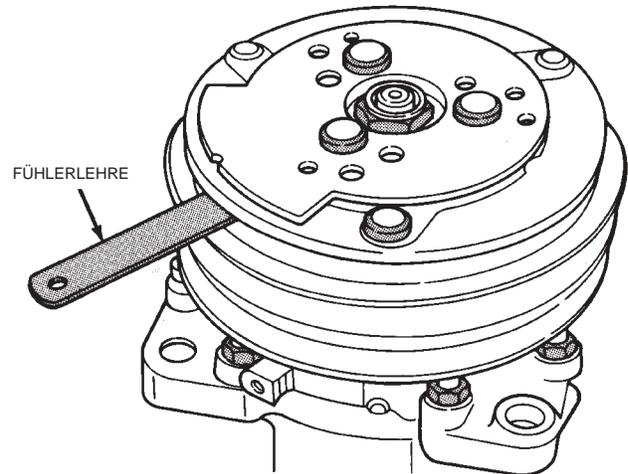

Abb. 28 Abstand der Kupplung messen
(8) Abstand der Kupplung mit einer Fühlerlehre messen (Abb. 28). Der Abstand muß zwischen 0,41 und 0,79 mm (0,016 und 0,031 Zoll) betragen. Liegt der Abstand nicht im angegebenen Bereich, Beilegscheiben nach Bedarf hinzufügen oder wegnehmen. Ist der Abstand nicht über den gesamten Umfang konstant, an den Stellen mit dem kleinsten Abstand leicht hebeln. Leicht auf die Stellen mit dem größten Abstand klopfen.